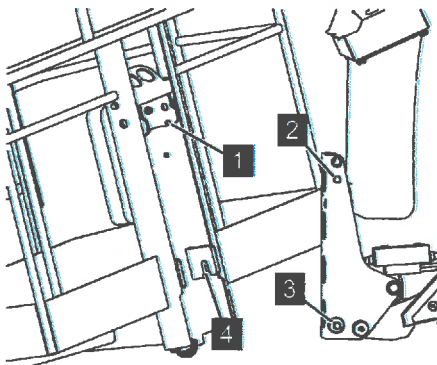

Abb. 75: Arbeitskorb einsetzen
8. Arbeitskorb schräg mit der Aufnahme (Abb. 75/4) auf die Bolzen (Abb. 75/3) stecken.
9. Arbeitskorb in Richtung Maschine drücken und mit den Aufnahmen (Abb. 75/1) auf die Bolzen (Abb. 75/2) absetzen.